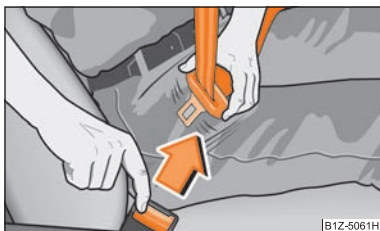

Fig. 94 Sganciamento della linguetta dalla fibbia
- Premere il tasto rosso sulla fibbia della cintura ⇒ fig. 94. La linguetta viene espulsa per reazione elastica.